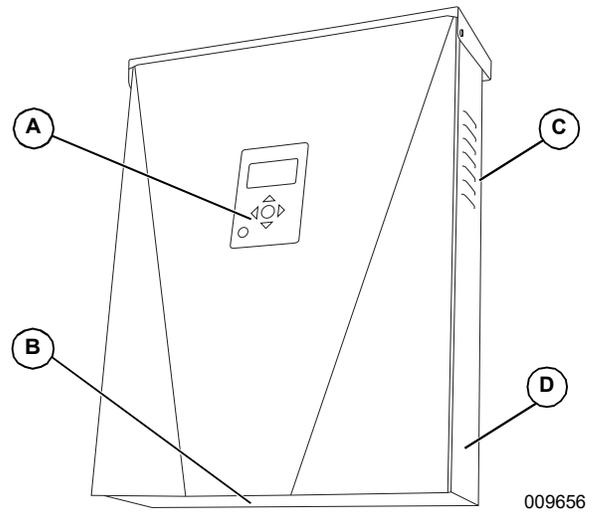

Figura 2-2. Ubicaciones de los componentes
Consulte la **Figura 2-2** para ubicar el número de serie de la unidad (A). Registre la información que se proporciona en esta etiqueta en la **Tabla 1: Información importante del inversor PWRcell de Generac** en el interior de la portada de este manual.